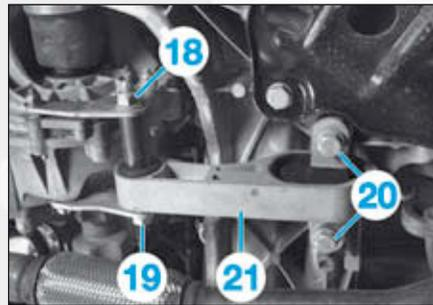

FIG.9
- l'écrou (18) (Fig.9),
- la vis (19),
- les vis (20),
- la biellette anticouple (21),